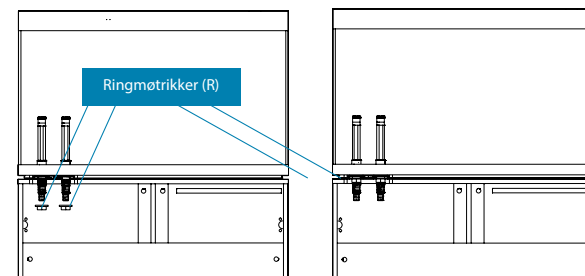

Fig. 3
3. Åbn akvarieskabet. Skru og stram ringmøtrikken (R) på den nederste ende af det andet rør (A) (fig. 3).